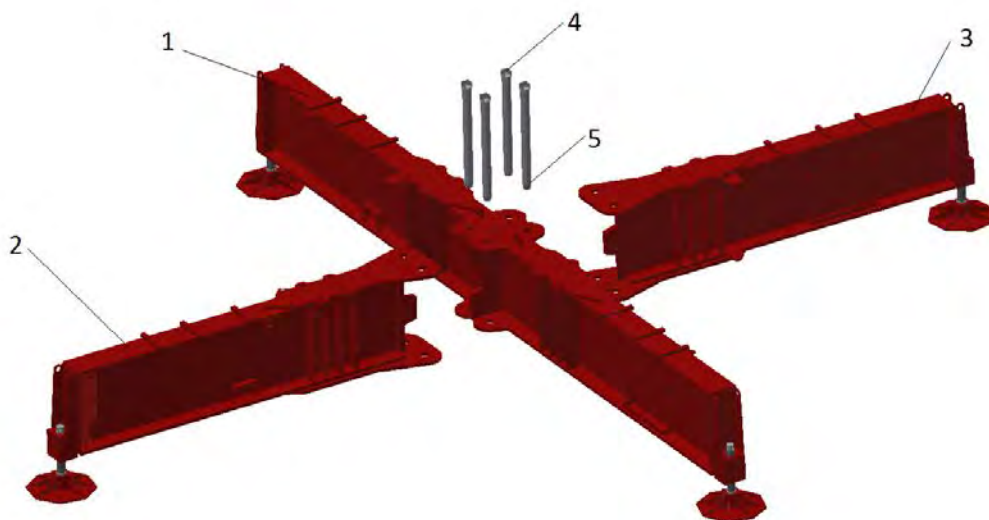

ABBILDUNG 1
Dann wird der Nebenträger (2) mit dem Hauptträger zusammengebaut, um die Kupplung mit dem Puffer des großen Trägers zu verbinden (Detailansicht 2). Danach werden beide Träger durch Stifte (5) miteinander verbunden. Anschließend wird der Nebenträger zusammengebaut (3). Siehe Abbildung 1.